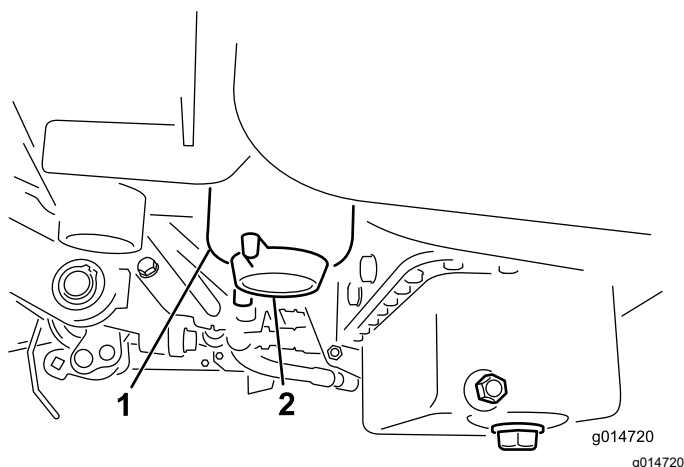

Figura 40
2. Pulite la superficie circostante la scatola del filtro (Figura 40).
4. Aprite il tappo di spurgo del filtro (Figura 40).